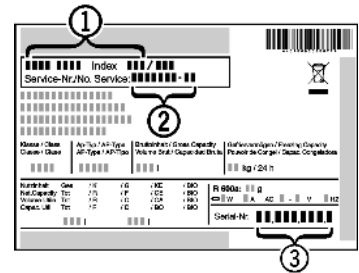

Fig. 22
- ▶ Считать обозначение устройства *Fig. 22 (1)*, сервисный номер *Fig. 22 (2)* и серийный номер *Fig. 22 (3)* с заводской таблички. Заводская табличка находится внутри устройства слева.